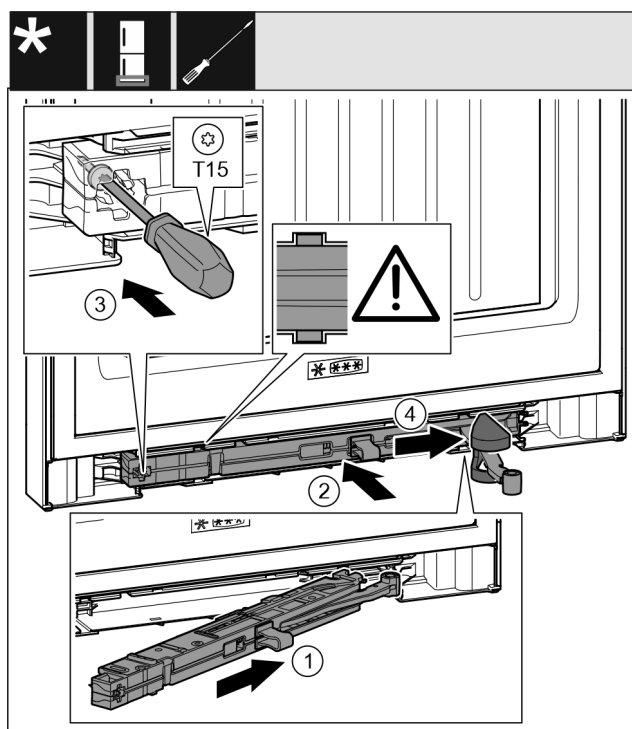

Fig. 35
- ▶ Pe partea suportului de lagăr împingeți înclinat unitatea amortizorului de închidere până la opritor în degajare. Fig. 35 (1)
- ▶ Împingeți unitatea amortizorului de închidere complet în degajare. Fig. 35 (2)
- ▶ Înșurubați ferm șurubul cu o șurubelniță T15. Fig. 35 (3)
- ▶ Împingeți capacul peste articulație. Fig. 35 (4)